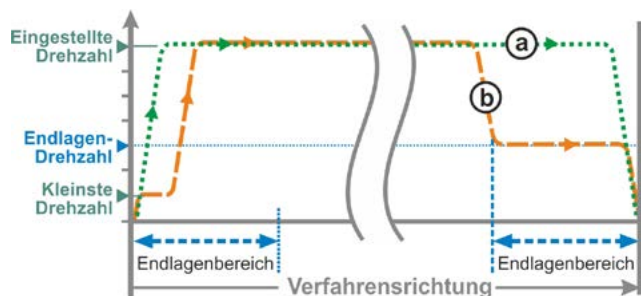

Abb. 3: Endlagen-Drehzahl ‚Schnell-Start/-Stopp‘
- Bei **wegabhängiger** Abschaltung wird kurz vor der Endlage die Drehzahl reduziert, so dass der Antrieb zum Stillstand kommt; siehe Abb. 3, Kurve **a**.